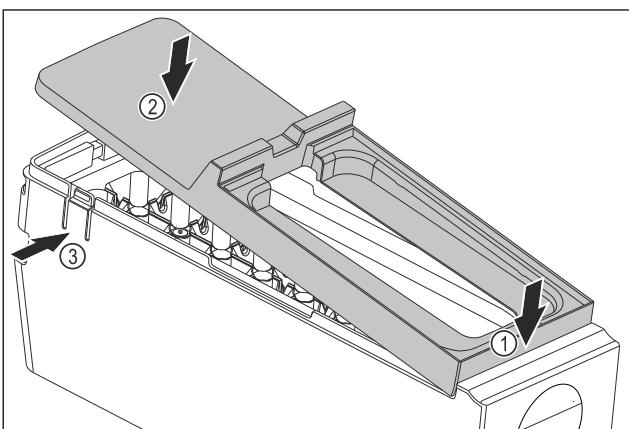

Fig. 114
- Montáž krytu korpusu EasyTwist-Ice: Kryt nasadte vpred. Fig. 114 (1)
- Kryt spusťte dozadu. Fig. 114 (2)
- Kryt počuteľne zapadne od oboch straneň Fig. 114 (3).